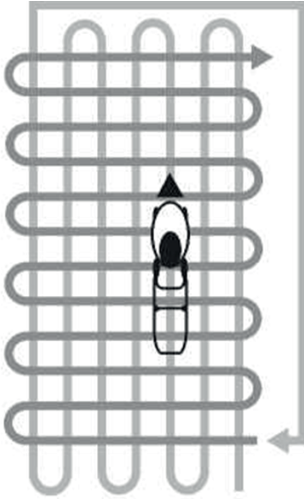

Рис. 22. Схема кошения высокой и/или загущенной травы
5. При кошении в тяжелых условиях (п. 3,4) рекомендуется двигаться медленнее или проводить повторный покос с меньшей высотой кошения. На Рис. 22 представлена схема движения газонокосилки при кошении высокой и/или загущенной травы.